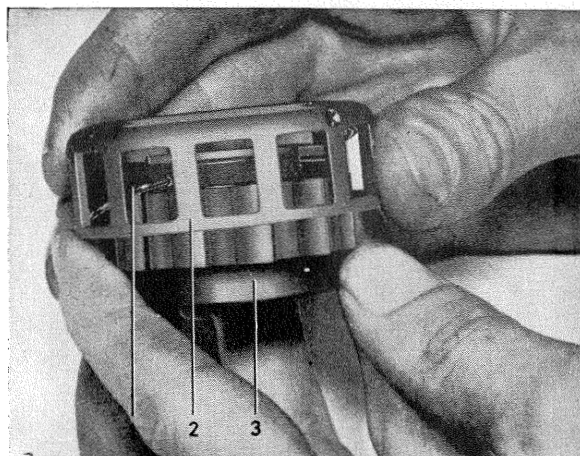
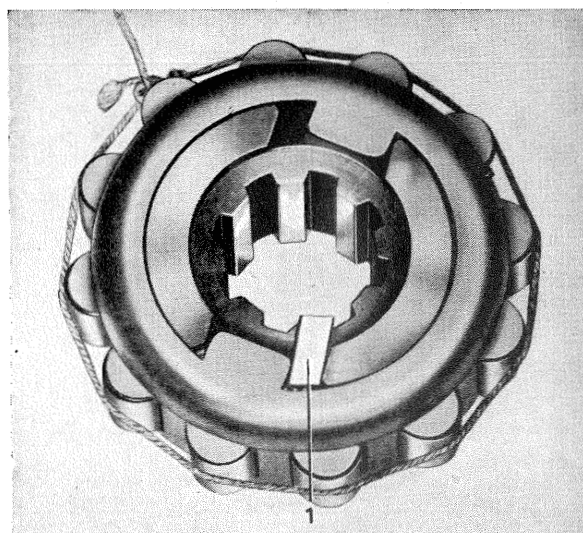
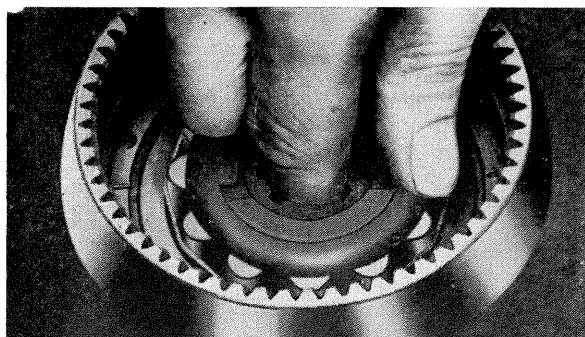

Bild 20. Hopsättning av frihjul, I
Bild 21. Hopsättning av frihjul, II
Bild 22. Montering av frihjul
4. Montera samman frihjulets nav (34), fjäder och rullhållare, se bild 20. Vrid rullhållaren medurs så långt det går och lås den i detta läge med en kil enligt bild 21. Sätt i rullarna. Lägg ett snöre eller gummiband om rullarna. Montera tryckbrickorna och därefter frihjulet på sin plats i utgående axeln, se bild 22. Lägg i mässingsbrickan enligt bild 23. Brickan fästes i tid. utf. med körslag eller med mejselspår. I sen. utf. fästes brickan med en låsring, se bild 24.